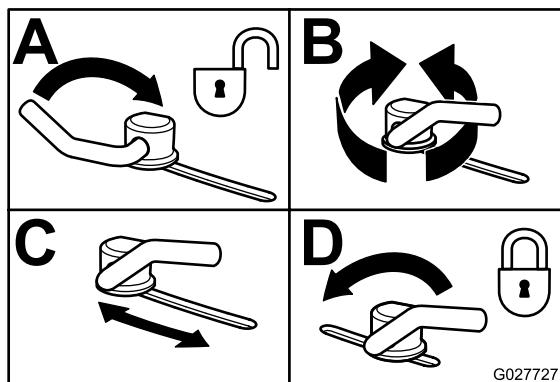

Figura 33
3. Para ajustar os bloqueios do excêntrico, rode a alavanca para cima para libertar o bloqueio do excêntrico (Figura 33).
5. Rode novamente a alavanca para apertar o abafador e os bloqueios do excêntrico (Figura 33).